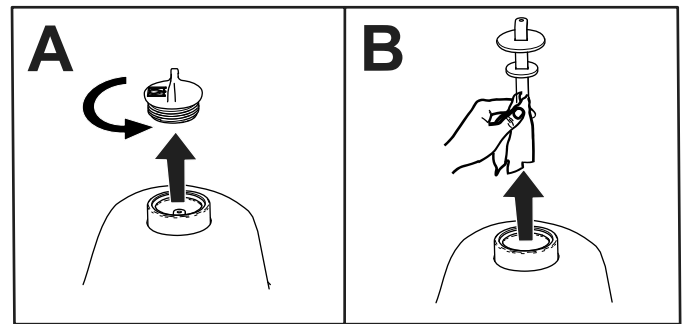

Figura 78
2. Togliete il tappo dal serbatoio idraulico (Figura 78).
3. Rimuovete l'asta di livello dal serbatoio idraulico e pulitela con un panno pulito (Figura 78).